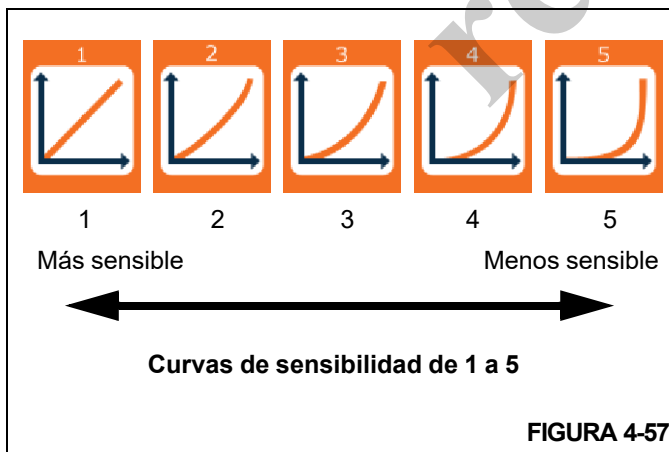

FIGURA 4-57
3. Use el cuadrante selector o los botones de flecha arriba/abajo para seleccionar una de las cinco curvas de sensibilidad posibles (Figura 4-57).